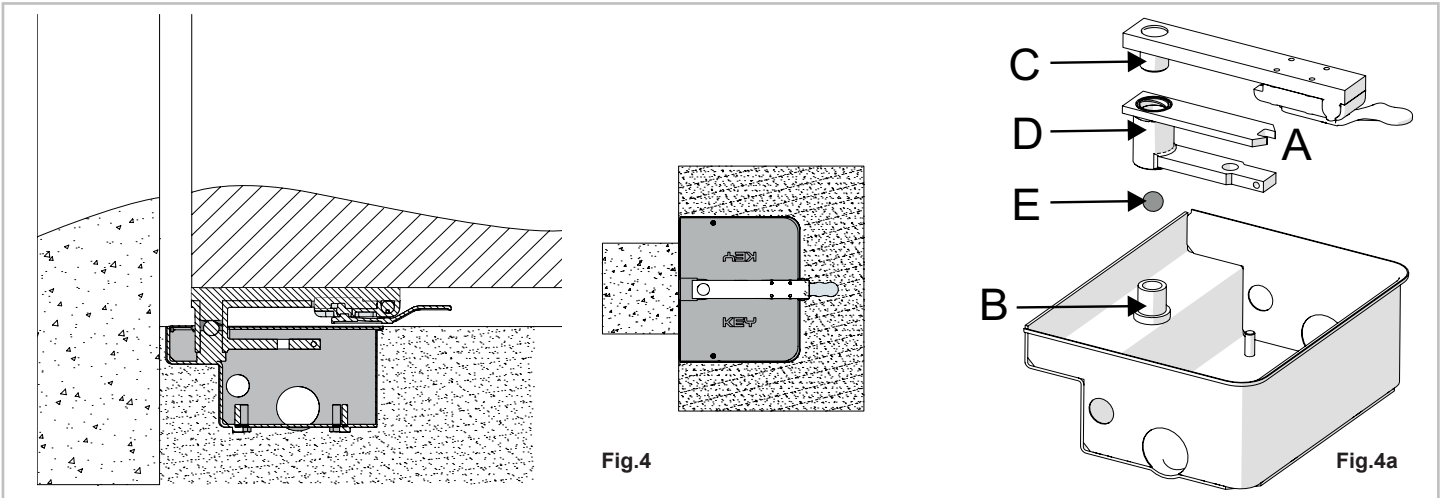

Fig. 5 IT - Installazione del motoriduttore
Umieść jednostkę motoreduktora w podstawie. Umocuj motoreduktor w podstawie przy pomocy 4 nakrętek (rys.5). Zamontuj silnik dźwigni (1) na wale motoru i dokręć śrubę (2). Połącz przewód silnika dźwigni (1) z konsolą (3) przez dźwignię (4) (rys.5a). Połącz silnik do panelu kontrolnego, zgodnie z instrukcjami zawartymi w podręczniku instalacji karty.